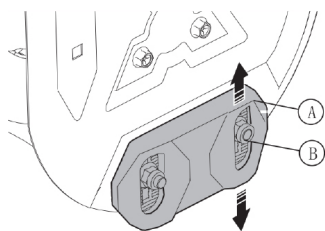

Рис. 30
Ослабив крепление гаек (B), если перемещать полозья (A) вверх – кожух будет ближе к поверхности, если вниз – кожух будет дальше от поверхности (Рис. 30). Принимайте во внимание, что на участке могут быть кочки и в этом случае рекомендуется более высокое положение кожуха, во избежание контакта с грунтом, как кожуха, так и шнека.